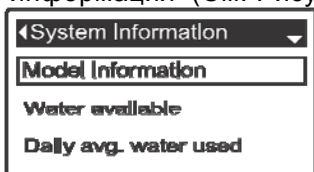

РИС. 50
3. Нажать кнопку ВЫБОР (O) для отображения меню Системная информация (См. Рисунок 50).
7. После окончания просмотра информационного экрана нажать кнопку ВЫБОР (O). Дисплей вернется обратно в меню Системная информация (Рисунок 50). Оно тоже исчезнет автоматически, если в течение четырех минут не будут нажиматься никакие кнопки.